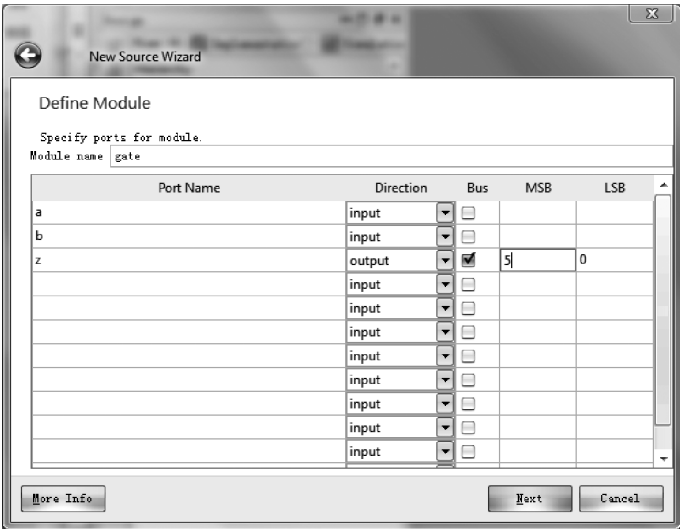

图 3.13 New Source Wizard-Define Module-Verilog 对话框界面
- ① 源文件类型:选择 Verilog Module。如果是使用 VHDL 语言完成设计,则在此选择 VHDL Module。
- ② File(文件名): gate。
- (3) 单击 Next 按钮。
- (4) 出现 New Source Wizard-Define Module(新源文件向导-定义模块)界面。
- ① 对于使用 Verilog HDL 语言的设计者(如图 3.13 所示),按表 3.1 进行参数设置。